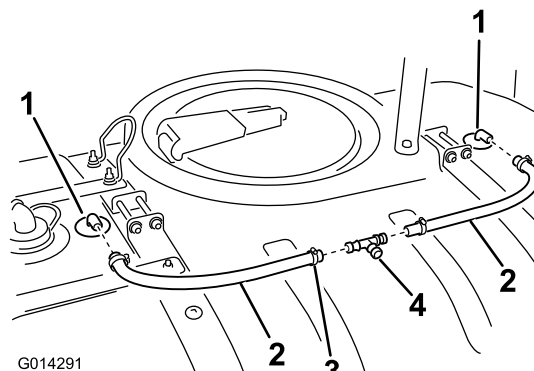

Bild 21
2. Bringen Sie eine Schlauchklemme an jedem Schlauchende an (Bild 21).
3. Befestigen Sie einen Schlauch über der Zahnung der Spüldüse (Bild 21),
2. Befestigen Sie das T-Anschlussstück an den offenen Enden der Spüldüsen Schläuche (vorher montiert), wie in Bild 21 dargestellt.